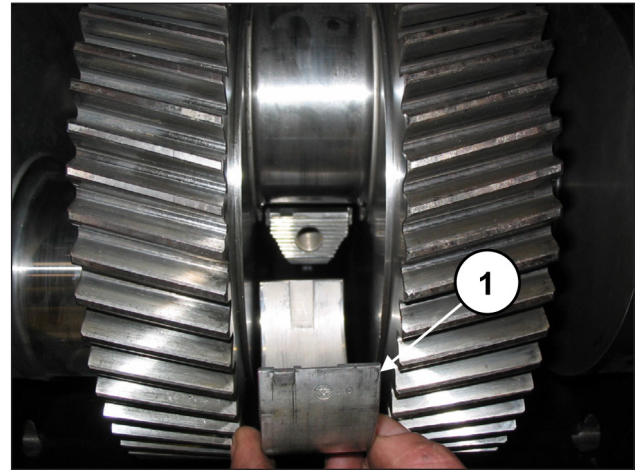

Abb. 81
Setzen Sie die oberen Lagerschalen zwischen Pleuelstange und Kurbelwelle ein (Pos. ①, Abb. 81).